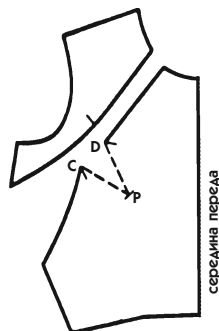

Рис. 534
• Затем переведите вытачку, как показано на рис. 534.